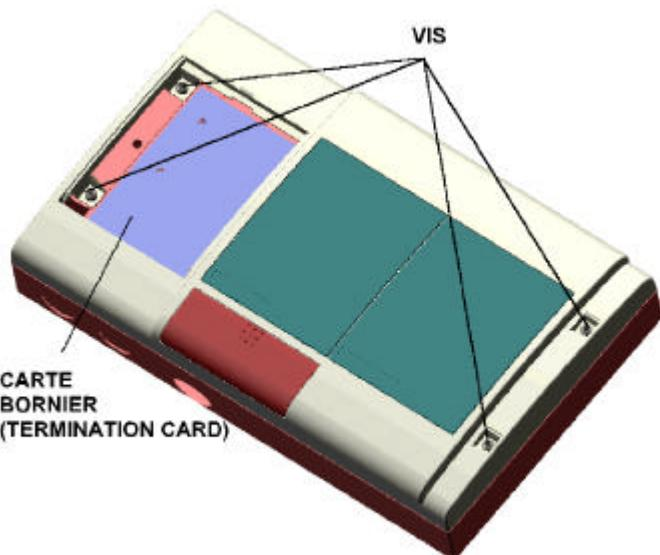

Figure 5. Emplacement des vis de fixation du couvercle du DéTECTEUR
- c) Sur le côté gauche de l'emplacement se trouvent deux vis imperdables qui fixent la face avant sur le boîtier de montage. Se reporter à la Figure 5.